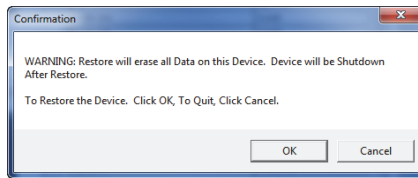

図 7-30 復元の開始を確認するための Confirmation (確認) ダイアログボックス
4. **Confirmation**（確認）ダイアログボックスが開いたら（220 ページの図 7-30 参照）、**OK** をクリックして復元プロセスを開始します。